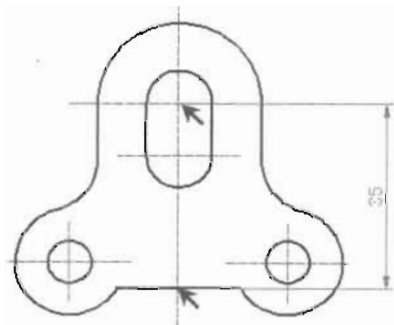

图 10-74
(2) 单击“标注”工具栏中的“线性”按钮, 标注如图 10-74 所示的尺寸, 命令执行过程如下。